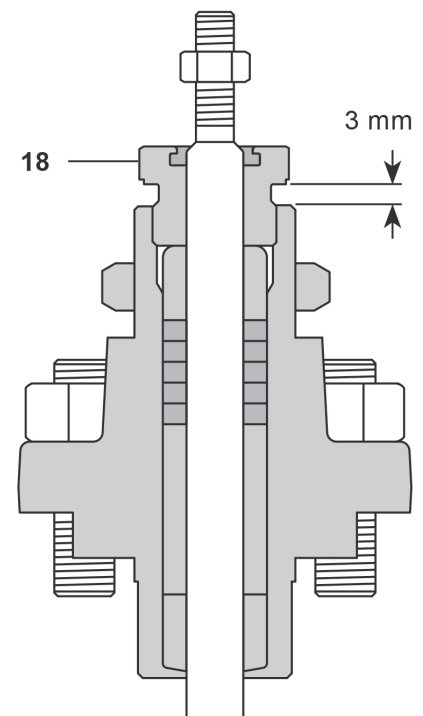

Fig. 18
- Retirer la cage de maintien du siège (5) puis le siège (6). Ne pas endommager le siège pendant le démontage.
- Retirer le joint inférieur de siège (7) et le mettre en rebut.
- Examiner le siège et l'ensemble tige/clapet en cas d'usure ou de détérioration et le remplacer si nécessaire. Examinez le siège et l'ensemble clapet/tige pour détecter d'éventuels dommages ou détériorations et remplacez-les si nécessaire. Pour l'option siège C, inversez le siège. Pour l'option étendue DN15-100, l'ensemble clapet/tige doit être vissé et réglé selon la dimension Fig. 18.
- Serrer l'écrou de presse-étoupe (18) jusqu'à :
- ii) Garniture en graphite : Un espace de 3 mm est nécessaire entre la partie inférieure de l'écrou de presse-étoupe et le chapeau. Voir Fig. 18.
- Replacer l'écrou de blocage (3).